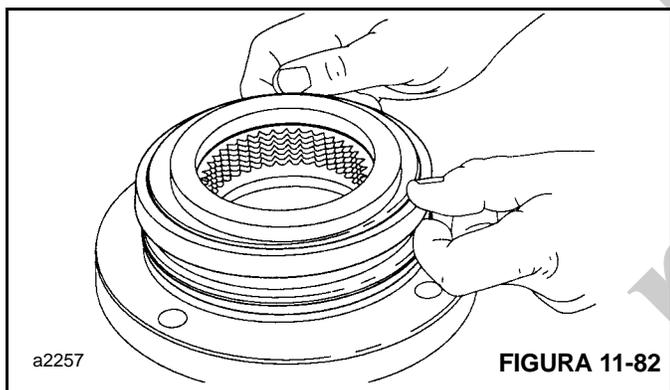

FIGURA 11-82
5. Lubrifique a vedação do pistão do freio e a superfície de vedação do suporte do motor com vaselina ou óleo hidráulico. Insira uma nova vedação de pistão no suporte do motor, com o lábio voltado para baixo (Figura 11-82).